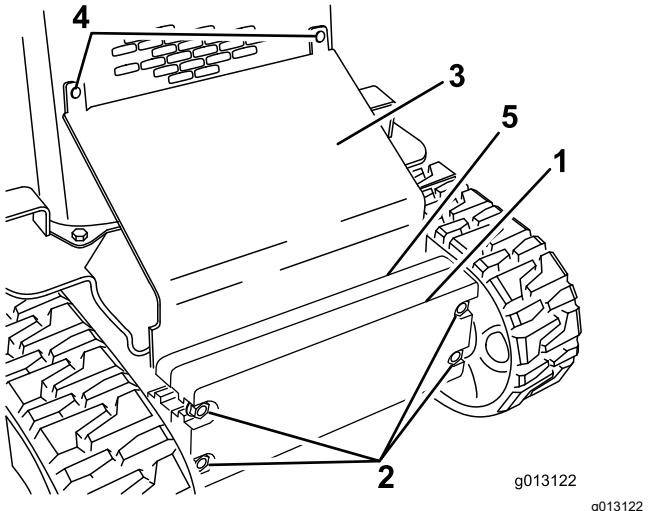

Рисунок 27
3. Снимите каретные болты и гайки, которые крепят скошенную плиту (Рисунок 27).
10. Вставьте скошенную плиту между рамой и грузами и прикрепите ее к решетке радиатора с помощью снятых ранее каретных болтов и гаек (Рисунок 27).
11. Затяните болты крепления передних грузов (Рисунок 27).